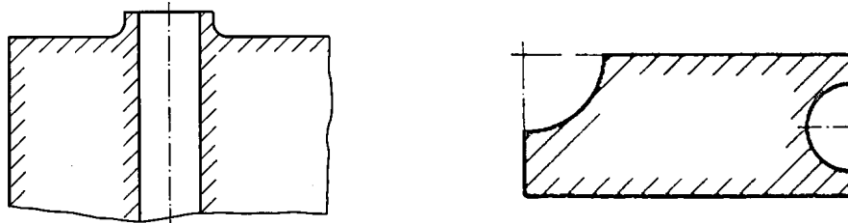

Fig. 22
4) En el caso de áreas grandes el rayado puede limitarse a una zona que siga el contorno del área rayada, Fig. 22.